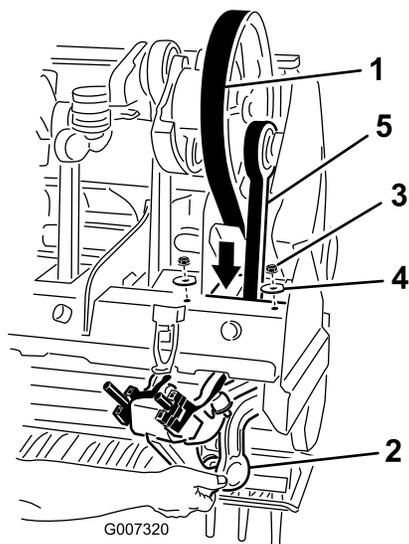

Рисунок 39
5. Отверните и снимите две контргайки и снимите шайбы, с помощью которых крепится амортизатор Rotalink для толкающего рычага № 1 (Рисунок 39).
- Проложите ремень привода вниз сквозь раму аэраторного вала и вокруг нижнего конца толкающего рычага № 1 (Рисунок 39).